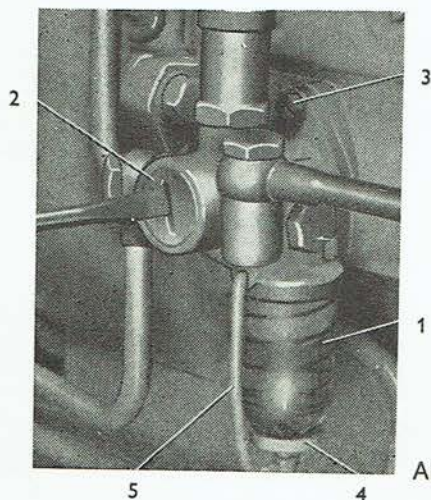
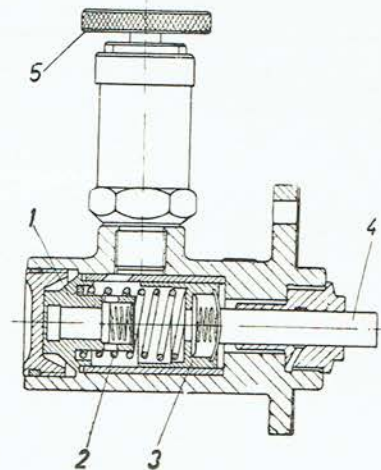

Abb. 22
Abb. 23
Aufgabe der Förderpumpe ist, den Kraftstoff unter einem bestimmten Druck aus dem Behälter zu der höher gelegenen Einspritzpumpe zu fördern. Sie wird durch einen Exzenter an der Nockenwelle der Einspritzpumpe angetrieben, an welcher sie mittels Flansche mit drei Schrauben angeschraubt ist. Der Kraftstoff wird durch die Rohrleitung über den Grobfilter (Abb. 22/1) und das Saugventil (Abb. 23/1) in eine Kammer angesaugt, in der eine Feder (Abb. 23/2) angebracht ist. Der Pumpenkolben (Abb. 23/3) wird durch diese Feder gegen den Druckbolzen (Abb. 23/4) gedrückt, der sich auf die Nocke der Einspritzpumpenwelle aufsetzt. Bei Rechtsbewegung des Kolbens wird der Kraftstoff durch die Leitung zum Doppelfilter gedrückt. Im Oberteil der Kraftstoff-Förderpumpe ist eine kleine Handpumpe (Abb. 23/5) angeschraubt.
2. Mit einem Schraubenzieher ist die Verschluss-schraube (Abb. 22/2) auszuschauben und die Feder samt Pumpenkolben (Abb. 23/3) abzunehmen. Kolben und Ventil (Abb. 23/1) sind zu überprüfen und zu reinigen.
3. Im Falle, dass der Druckbolzen (Abb. 23/4) eingerieben ist, wird die Förderpumpe durch Ausschrauben der drei Schrauben M 6×18 (Abb. 22/3) vom Einspritzpumpengehäuse abmontiert. Der Bolzen ist fein nachzuläppen.
Anmerkung: Ist das Glasgefäß der Förderpumpe unreinigt, muss die Mutter (Abb. 22/4) des Bügels, welcher das Glasgefäß
(Abb. 22/1) zur Pumpe festzieht, gelockert, der Bügel (Abb. 22/5) heruntergeklappt, das Gefäß und das Sieb gründlich gereinigt werden. Bei der Rückmontage ist darauf zu achten, dass die Gummidichtung des Glasgefäßes nicht beschädigt wird.